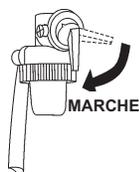

Figure 11. Culbuteur de carburant du moteur (MARCHE)
1. Placer le culbuteur de carburant du moteur (Figure 11) en position **MARCHE**.